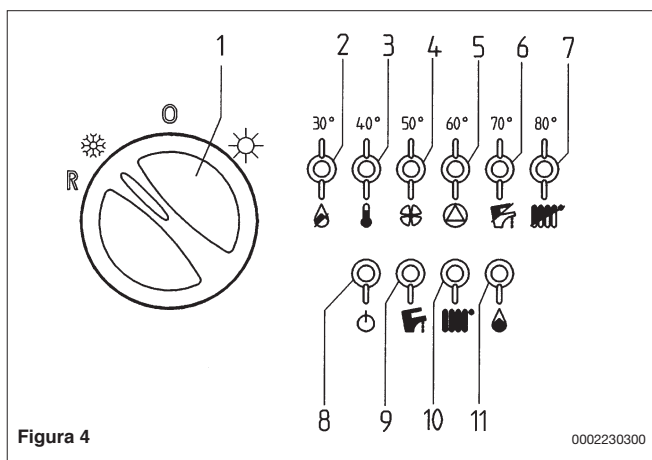

Figura 4
Si consiglia in questo caso di ripetere le operazioni di accensione, fino all'arrivo del gas al bruciatore, posizionando momentaneamente la manopola (1) in (R) (vedere anche figura 4).
En este caso se aconseja repetir las operaciones de encendido, hasta que el gas llegue al quemador, ubicando momentáneamente el botón (1) en (R) (véase también figura 4).